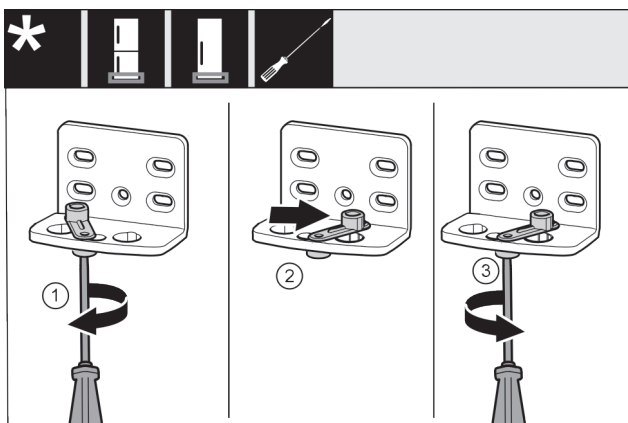

Fig. 14
- Šroubovákem volně přišroubujte šroub Fig. 14 (1).
- Zvedněte pomůcku zavírání dveří Fig. 14 (2) a v otvoru ji otočte o 90° doprava.
- Šroubovákem šroub Fig. 14 (3) pevně utáhněte.